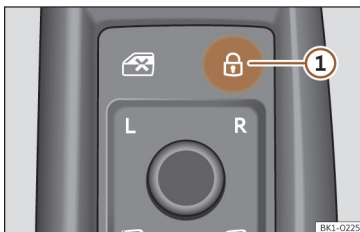

Abb. 74 An der Fahrertür: Zentralverriegelungstaster.
• Verriegeln: Drücken Sie die Taste >>> (Abb. 74).
• Entriegeln: Drücken Sie noch einmal die Taste >>> (Abb. 74).